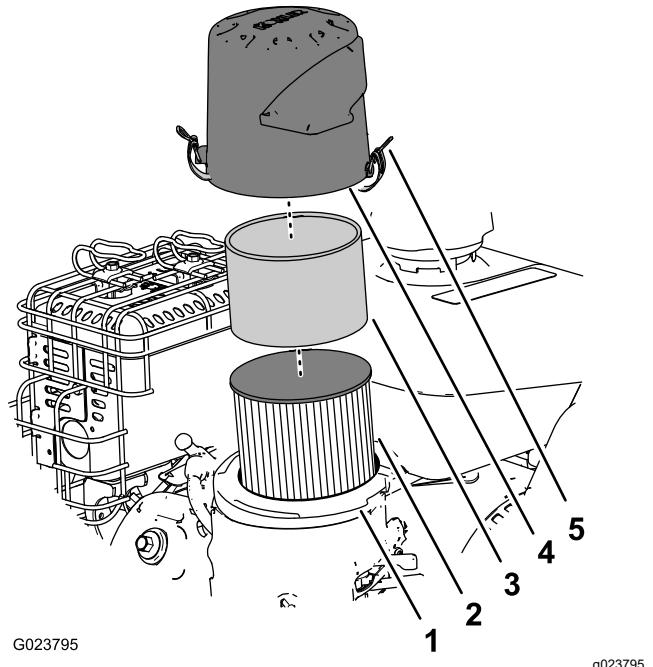

Figura 25
- 3. Togliete il prefiltro in schiuma sintetica, lavatelo con acqua e detersivo neutro, infine tamponatelo finché non è asciutto (Figura 25).
- 4. Togliete e controllate il filtro di carta dell'aria (Figura 25); gettatelo se è eccessivamente sporco.
- 6. Montate il prefiltro in schiuma sintetica sul filtro di carta dell'aria (Figura 25).
- 7. Montate il gruppo del filtro dell'aria sulla relativa base (Figura 25).
2. Togliete il coperchio e pulitelo accuratamente (Figura 25).